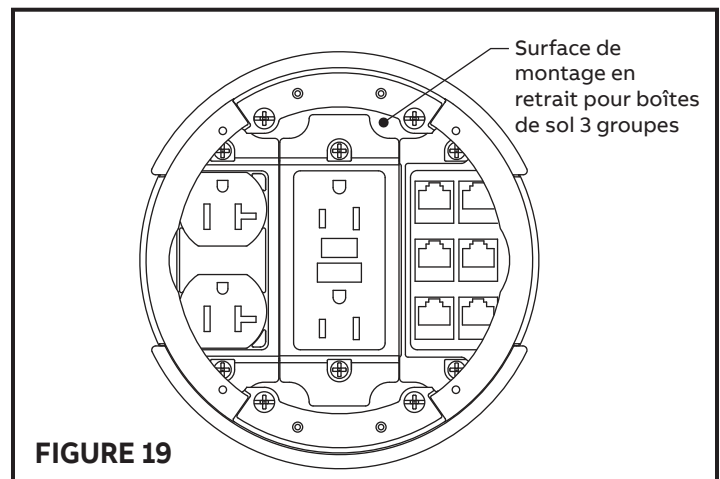

FIGURE 19
- 7.7 La figure 19 présente la vue du dessus une fois que tous les câbles d'électricité et de données sont installés.